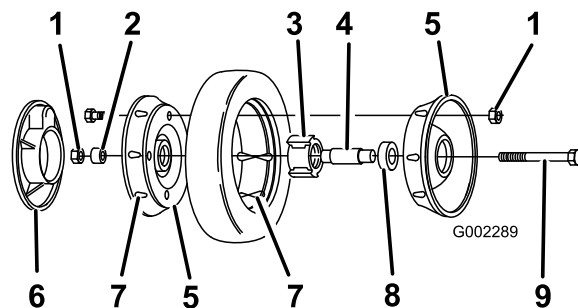

Figure 26
3. Retirez le boulon, la bague d'espacement et le contre-écrou qui fixent la roue au bras de pivot (Figure 26).
4. Séparez du pneu les deux moitiés de la roue en retirant les 4 boulons et 4 contre-écrous (Figure 26).
Remarque: Pour extraire les roulements de l'ensemble moyeu/roulements, appuyez sur la douille d'écartement des roulements (Figure 26).
1. Posez le pneu sur une des demi-roues, en faisant correspondre les reliefs (Figure 26).
2. Placez l'ensemble roulement/moyeu dans le trou central de la moitié de roue. Les ailes du moyeu doivent reposer sur le flasque de l'ouverture (Figure 26).
3. Posez l'autre demi-roue sur l'ensemble moyeu/roulement en faisant correspondre les trous et les reliefs de la roue et du pneu (Figure 26).
4. À l'aide de 2 vis ou boulons entièrement filetés (1/4-20 x 1,50 pouce) et d'écrous non-bloquants, réunissez les deux moitiés de roue sans les serrer. Installez les vis ou les boulons dans les trous opposés (Figure 26).
5. Contrôlez l'alignement de toutes les pièces et serrez les vis alternativement d'un côté et de l'autre pour assurer un serrage uniforme, jusqu'à ce que les demi-roues soient réunies (Figure 26).
6. Montez et serrez les 2 boulons et les 2 contre-écrous retirés auparavant dans les trous libres des demi-roues. Retirez les 2 vis ou boulons longs et remplacez-les par 2 boulons et 2 contre-écrous (Figure 26).
7. Posez la roue sur le bras de pivot à l'aide des boulons, d'une entretoise et d'un contre-écrou. Vérifiez si la bague est bien placée entre le moyeu de la roue et le bras de pivot (Figure 26).